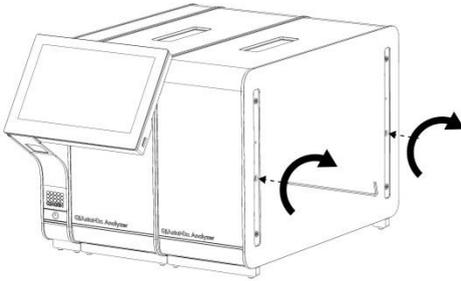

Figure 13. Alignement et connexion du module analytique supplémentaire.
4. Aligned le module analytique supplémentaire sur le module analytique existant. Serrez les vis avec l'outil de montage du module analytique/opérationnel fourni avec le QIAstat-Dx Analyzer 1.0 (figure 13).